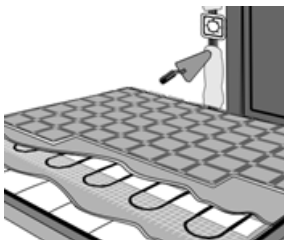

Рис.7
19. Заделайте раствором канавку на стене, в которой подведены к терморегулятору провода питания и заземляющего контура, установочные провода нагревательного кабеля, соединительные провода датчика температуры в гофрированной трубке (рис. 7).